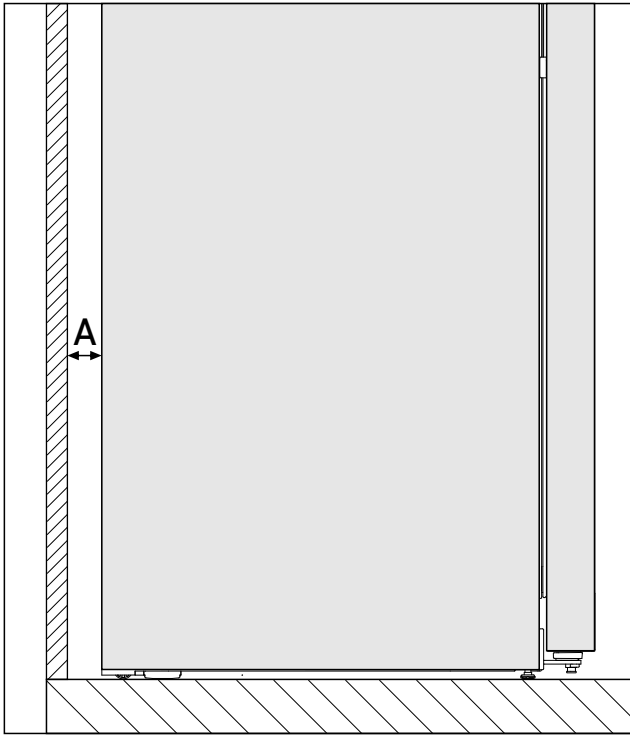

Fig. 3 *
Енергоспоживання було визначено на відстані Fig. 3 (A) між задньою стороною пристрою та стіною. Якщо відстань від стіни становитиме менше ніж Fig. 3 (A), це не впливатиме на працездатність приладу, однак за меншої відстані енергоспоживання дещо збільшується.*